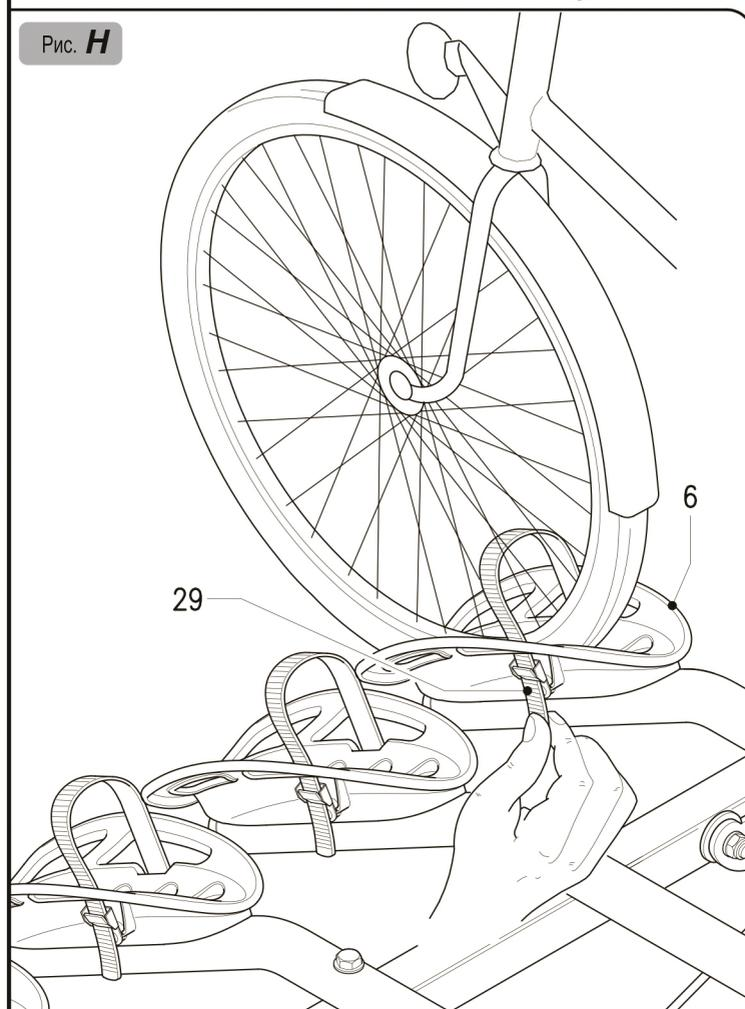
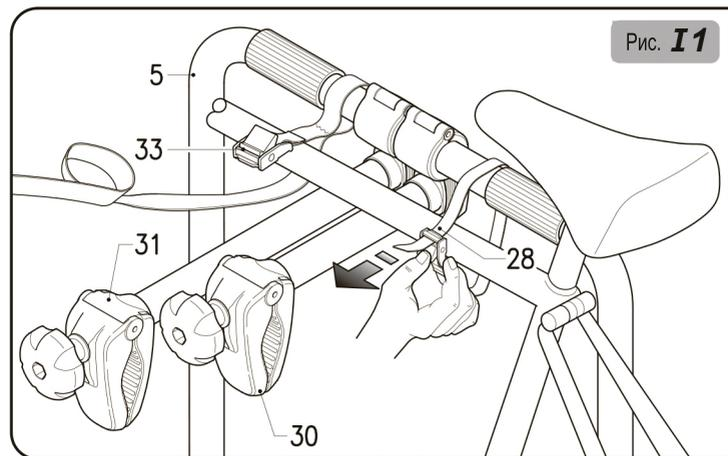

Рис. I1
Рис. I2
- 14) Самый большой и тяжелый велосипед размещается первым (ближе к автомобилю). Колеса велосипеда устанавливаются на опоры **6**. Велосипед прислонить к арке держателя **5**. Закрепить велосипед на держателе ремнем **28** (Рис. I1). Зафиксировать колеса велосипеда на опорах с помощью ремней **29** (Рис. H). Убедитесь, что ремни вставлены в пряжки правильно, для этого потяните за ремень.
- 15) Повторить эти операции для второго (третьего, четвертого) велосипеда. Рама велосипед фиксируется на держателе **5** кронштейнами **30/31** (Рис. I1). Фиксация четвертого велосипеда в багажнике 706/4 осуществляется к третьему велосипеду с помощью короткого кронштейна **32** (Рис. I2).
ВАЖНО. Для повышения безопасности перевозки велосипедов на багажнике необходимо использовать крепежный ремень **33** для фиксации всех велосипедов к держателю **5**. Убедитесь, что ремни вставлены в пряжки правильно, для этого потяните за ремень (Рис. I1).